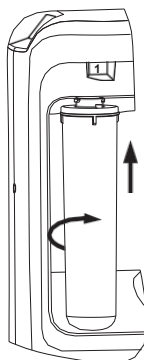

Fig. 9a
- Le cartucce vengono inserite nei collettori corrispondenti fino a quando non si fermano e ruotate in senso orario, come mostrato nella Fig. 9a, fino a quando non si sente un clic.
- Inserire una nuova cartuccia nell'apposito contenitore fino a quando non si blocca e ruotarla in senso orario, come mostrato nella Fig. 9a, fino a sentire un clic.